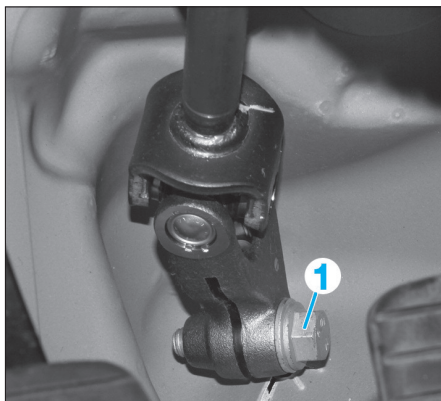

FIG. 5
- Déposer la vis (1) de la chape rabattable puis désaccoupler cette dernière du boîtier de direction (Fig.5).